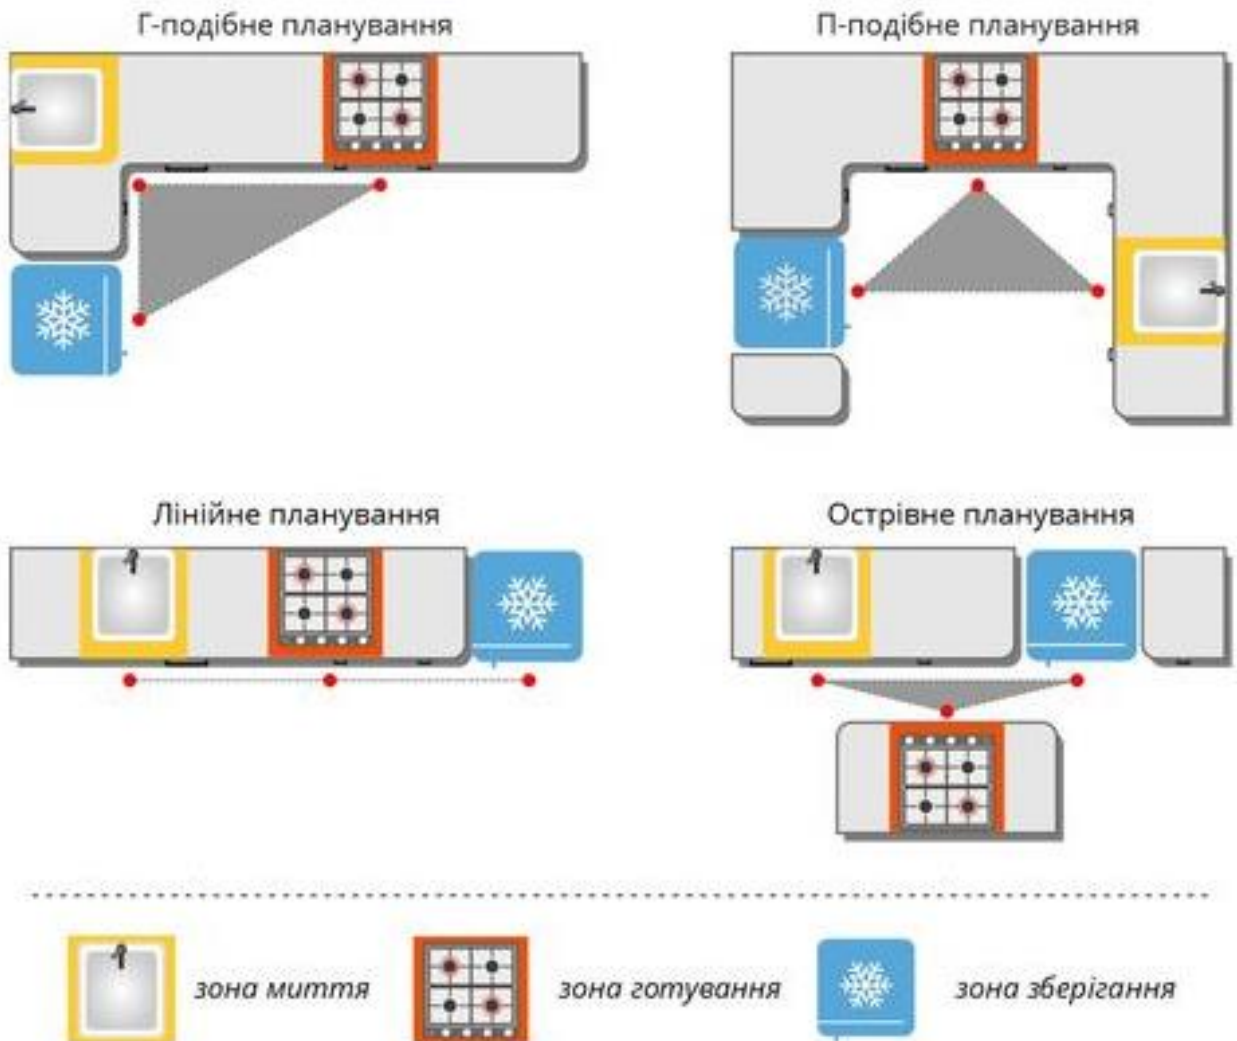

Рис. 8.4. Робочий трикутник на кухні
- при плануванні кухні необхідно дотримуватися підходу «*Робочий трикутник*» (рис. 8.4).